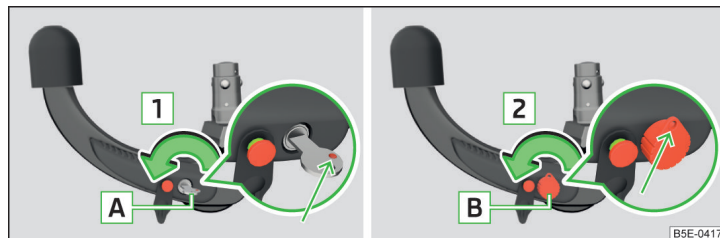

Fig. 298 1. Étape : variante de clé 1 / variante de clé 2
- Tournez la clé **A** dans le sens de la flèche **1** de sorte que son marquage vert soit orienté vers le haut » fig. 298.
- Tournez la clé **B** dans le sens de la flèche **2** de sorte à ce que l'œillet de la clé soit orienté vers le haut » fig. 298.